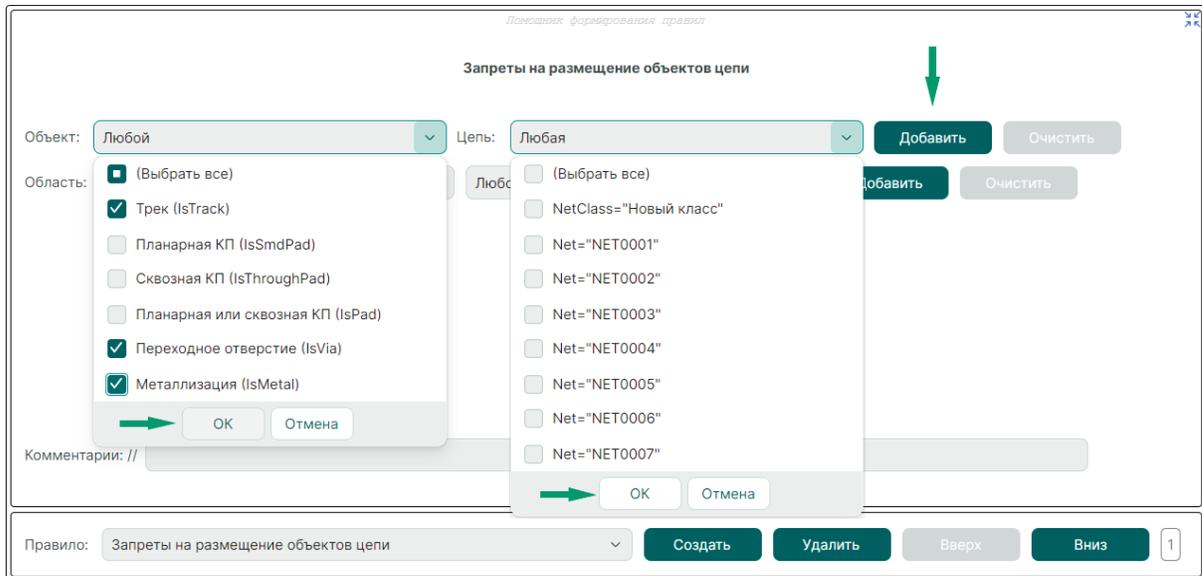

Рис. 193 Выбор объектов, запрещенных к размещению
4. Далее определите объекты, запрещенные для размещения в регионе. Объекты могут принадлежать или не принадлежать цепям и/или классам цепей, см. Рис. 193.